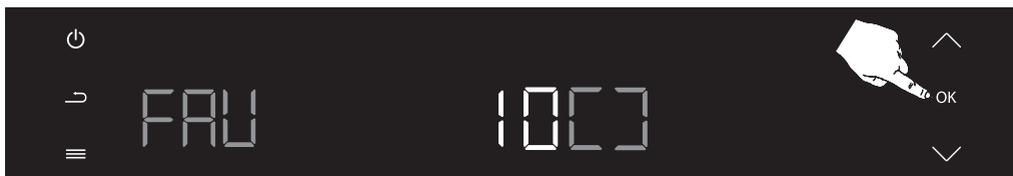

Abbildung 55
Nach der Auswahl der Favoritennummer fügt ein langer Druck auf die Bestätigungstaste (OK) das Garen zu den Favoriten hinzu. (siehe Abbildung 55)